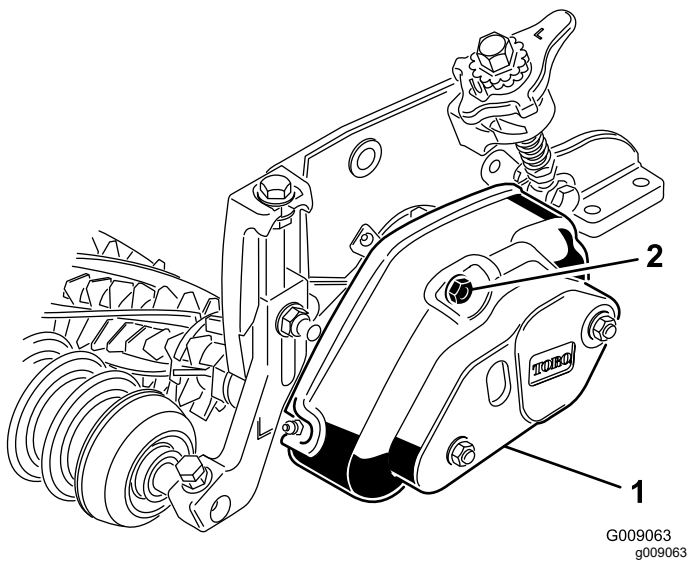

Bild 20
1. Entfernen Sie die zwei Befestigungsmuttern der Groomerabdeckung und nehmen Sie die Abdeckung ab (Bild 20).